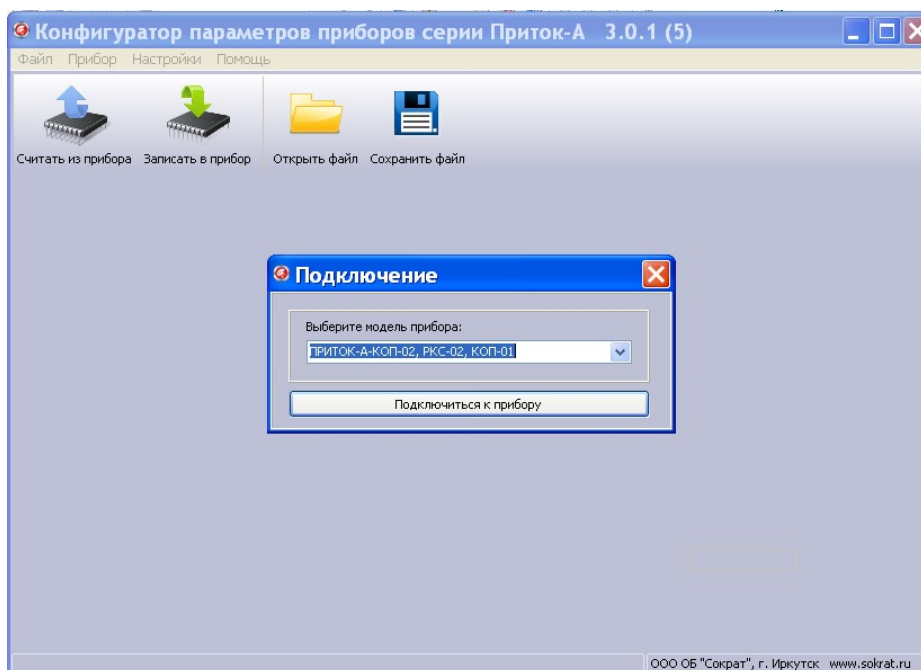

Рисунок 2
1) Запустите программу UniProg. В левом верхнем углу окна программы нажмите кнопку «Считать из прибора». В появившемся окне «Подключение» выберите пункт «ПРИТОК-А-КОП, РКС-02, КОП-01» и нажмите кнопку «Подключиться к прибору» (см. рис. 2). Дождитесь завершения чтения параметров от КОП.